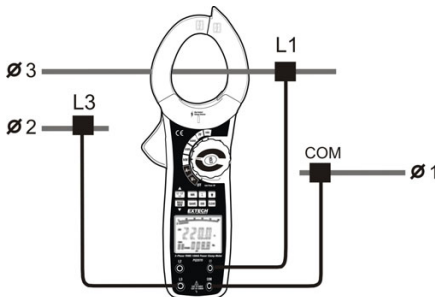

figura 10
Conecte o multímetro como mostrado na figura 10.
1. Inserir o vermelho (L1) e Azul (L3) teste leva o L1, L3 metro terminais de entrada e conectar essas 2 fases distintas do circuito em teste, como mostrado na figura 10.